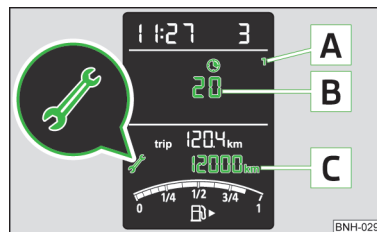

Fig. 27
### Descripción de la imagen » fig. 27
**A** » fig. 27.
Si **vence** una fecha de mantenimiento, entonces se mostrará la siguiente información durante unos 10 segundos » fig. 27.